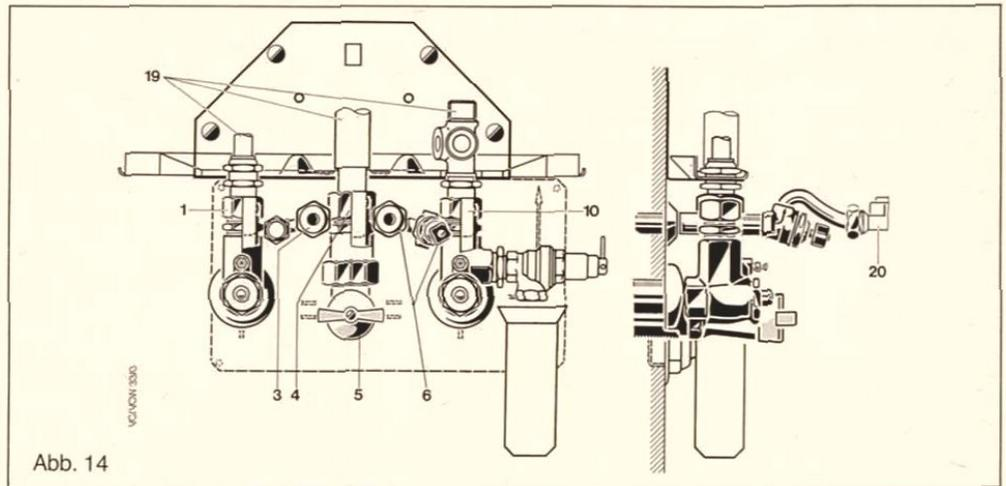

Abb. 14
b) Der Ablauftrichter (8) ist unter dem Sicherheitsventil dicht in die Überlaufleitung (16) einzuschrauben.
a) Zwei Haken, Gewindebolzen oder Maueranker (17) für die Aufhängeöffnungen (18) des Gerätes in der Wand befestigen.
b) **Allgasgerät:** die dem Gerät beige packte Quetschverschraubung (4) dicht in das Anschlußstück des Gasabsperrhahns (5) einschrauben – s. Abb. 14.
c) Gerät von oben mit seinen Anschlußrohren (19) in die Quetschverschraubungen von Gasabsperrhahn (nur bei Allgasgerät) und Wartungshähnen einführen – s. Abb. 14 und gleichzeitig mit den Aufhängeöffnungen (18) in die Tragelemente (17) einhängen und festschrauben.